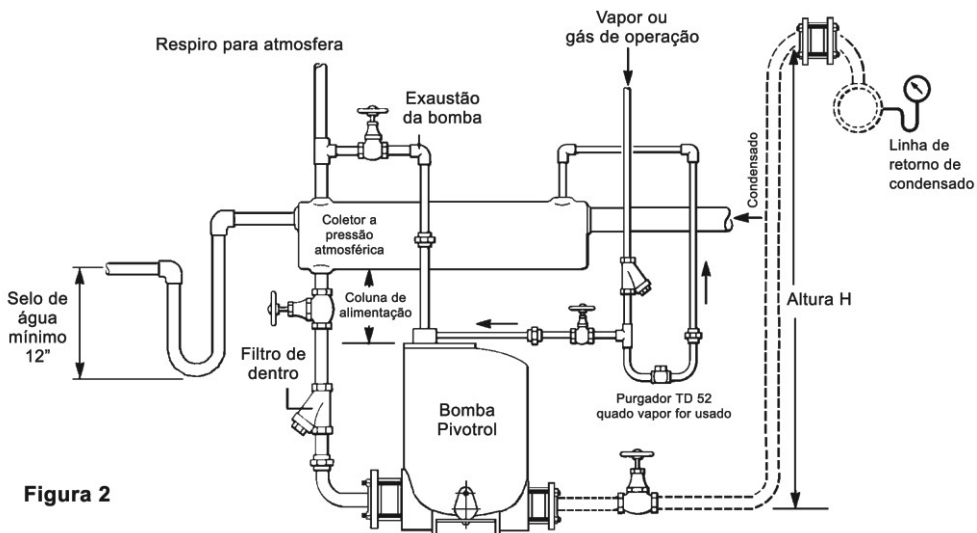

Figura 2
1. Instale a bomba fisicamente abaixo do coletor a ser drenado com a conexão do exaustor verticalmente para cima. A bomba deve ser instalada com a coluna de alimentação recomendada conforme indicada na Figura 2. Para outras alturas de coluna veja a tabela de capacidade na brochura.
2. Para prevenir alagamento do equipamento durante a descarga da bomba, um coletor a pressão atmosférica deve ser instalado em um plano horizontal acima da bomba, como mostrado na figura 2. Para correto dimensionamento do coletor, veja tabela 1.